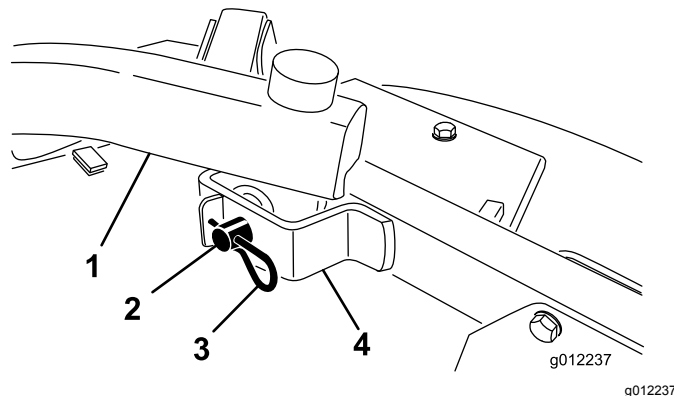

Bild 24
2. Nehmen Sie die Splints und Lastösenbolzen ab, mit denen die Hubarme an den Halterungen der Laufradarme befestigt sind (Bild 24).